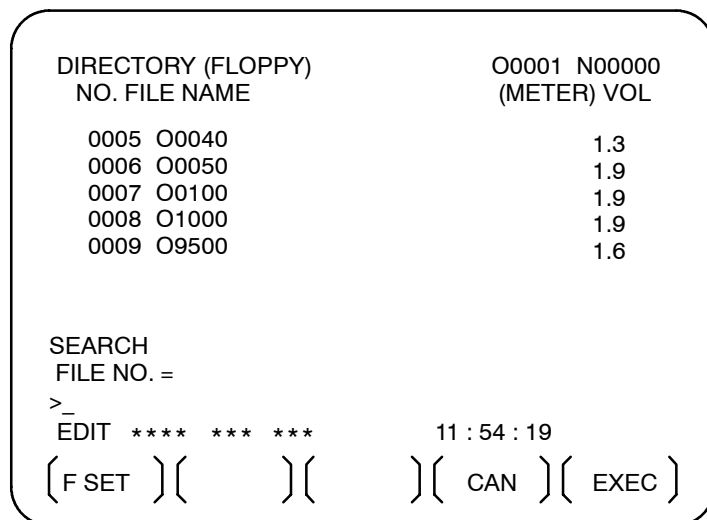

Рис. 8.8.1 (b)
- 10 Нажмите дисплейную клавишу [CAN], чтобы вернуться к экрану дисплейных клавиш, показанному на рис. 8.8.1 (а).